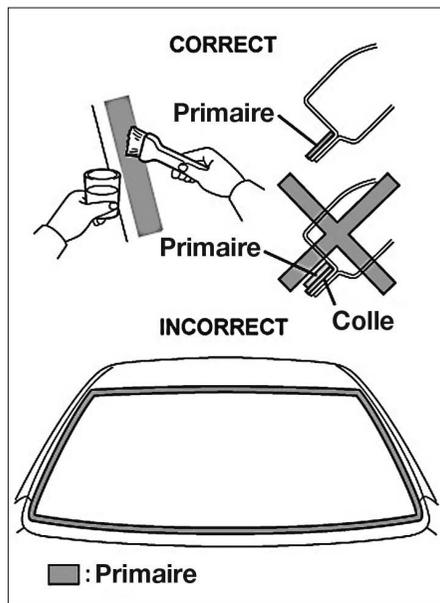

FIG. 148
• Appliquer du primaire d'adhérence sur la carrosserie (Fig.148) et laisser sécher 3 minutes.